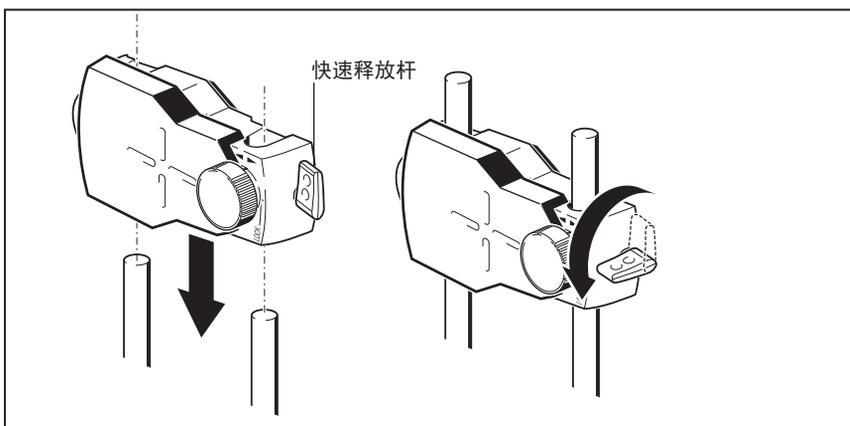

图 7-3. 安装和固定棱镜
通过棱镜前面的黄色旋钮，可调整反射激光束的水平角度。安装棱镜前，确保该旋钮已对中，从而实现最大调整范围。旋钮底部应与棱镜外壳上的箭头齐平（参见图 7-3）。
6. 翻转棱镜外壳侧上的黄色快速释放杆，然后将棱镜滑到右侧支柱上。将快速释放杆恢复水平位置，将棱镜固定至支柱上（见图 7-3）。